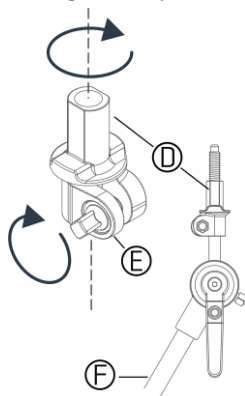

Figure 1
- 4 Pour garantir l'appui adéquat du support de cymbale (D), serrez la vis (E) comme sur la *Figure 1*.
- 5 Vissez le feutre et l'écrou papillon (A) sur le bras de la cymbale.